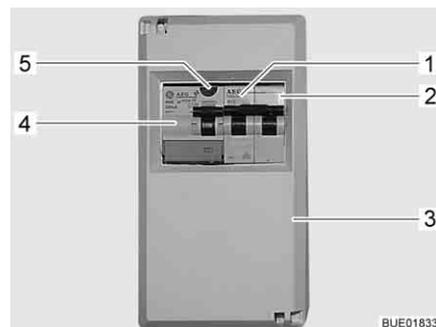

Fig. 143 Scatola dei fusibili a 230 V con interruttore di sicurezza e interruttore automatico FI
- Disattivare l'interruttore di sicurezza (Fig. 143,1 e 2) nella scatola dei fusibili (Fig. 143,3).
- Se il veicolo è collegato all'alimentazione a 230 V, premere il tasto di controllo (Fig. 143,5) dell'interruttore di sicurezza per correnti di guasto (interruttore automatico FI) (Fig. 143,4) nella scatola dei fusibili (Fig. 143,3). L'interruttore di sicurezza per correnti di guasto deve scattare.
- Disattivare gli interruttori di sicurezza (Fig. 143,1 e 2) nella scatola dei fusibili (Fig. 143,3).